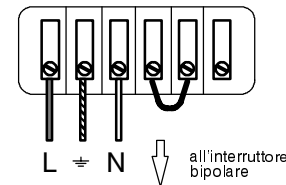

fig. 3.5
- 1 Collegare il cavo di alimentazione elettrica proveniente dall'interruttore bipolare alla morsetteria di alimentazione elettrica della caldaia (fig. 3.5) posta dietro il pannello comandi rispettando la corrispondenza della linea (filo marrone) e del neutro (filo azzurro).